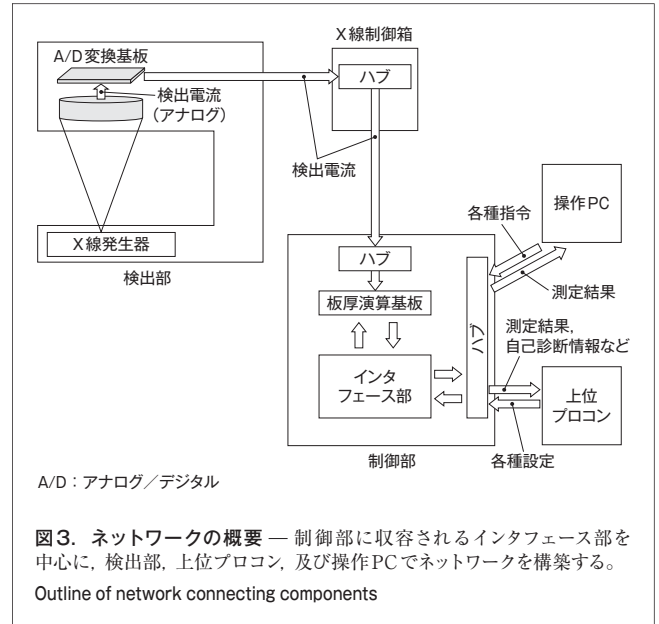

図3. ネットワークの概要—制御部に収容されるインタフェース部を中心に、検出部, 上位プロコン, 及び操作PCでネットワークを構築する。
2.3.1 インタフェース部 図3に示すように、上位のプロセスコンピュータ (プロコン) 及び、操作PCとの接続用と、検出部との接続用の2系統のTCP/IP (Transmission Control Protocol/Internet Protocol) ネットワークのLANポートがある。上位プロコンからは測定対象の目標板厚や、各種補正值、コイルID (識別番号) などの設定情報が送られ、それらをインタフェース部から必要な機器へ伝送する。